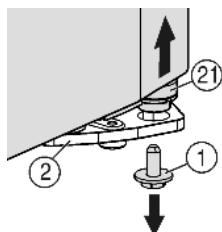
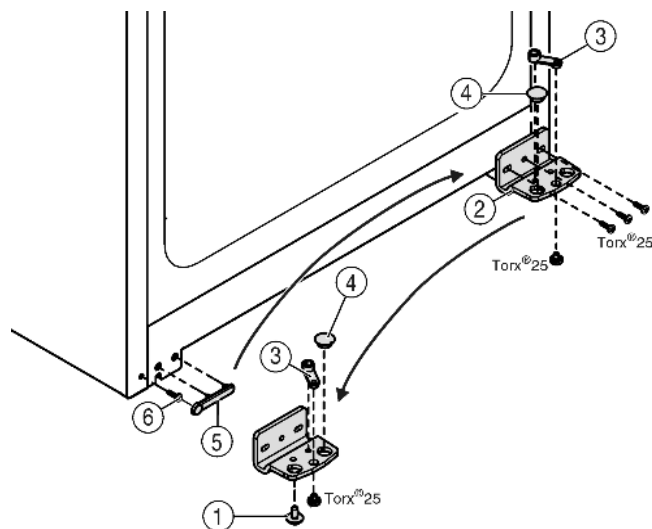

Fig. 5
Fig. 6
- ▶ Spodaj desno na ležajnem podstavku odvijte varovalne vijake Fig. 5 (1).
- ▷ Ležajni sornik Fig. 5 (21) se sneme iz ležajnega podstavka Fig. 6 (2).
- ▶ Če se ležajni sornik Fig. 5 (21) ne sneme, sornik potisnite od spodaj navzven.
- ▶ Odvijte ležajni podstavek Fig. 6 (2).
- ▶ Privijte ležaj Fig. 6 (3) in ga prestavite v nasprotno odprtino ležajnega podstavka, močno privijte.
- ▶ Čepe Fig. 6 (4) odstranite iz ležajnih podstavkov in jih prestavite v nasprotno odprtino ležajnega podstavka.
- ▶ Previdno dvignite pokrov Fig. 6 (5) na strani ročaja.
- ▶ Odvijte vijak Fig. 6 (6) in ga privijte na nasprotni strani aparata.
- ▶ Ponovno namestite pokrov Fig. 6 (5).
- ▶ Ležajni podstavek Fig. 6 (2) vstavite na novo stran s tečaji in s pomočjo akumulatorskega izvijača ponovno privijte (s 4 Nm).
- ▶ Varovalni vijak Fig. 5 (1) s spodnje strani privijte v ležajni sornik in zategnite (s 4 Nm).